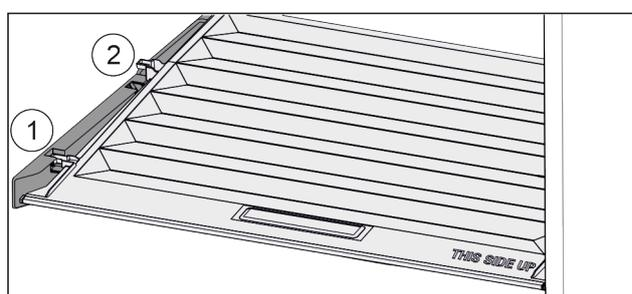

Fig. 59
- ▶ Tirer le couvercle vers l'avant jusqu'à dans l'orifice des pièces de retenue Fig. 59 (1).
- ▶ Le soulever par le bas à l'arrière et le sortir par le haut Fig. 59 (2).